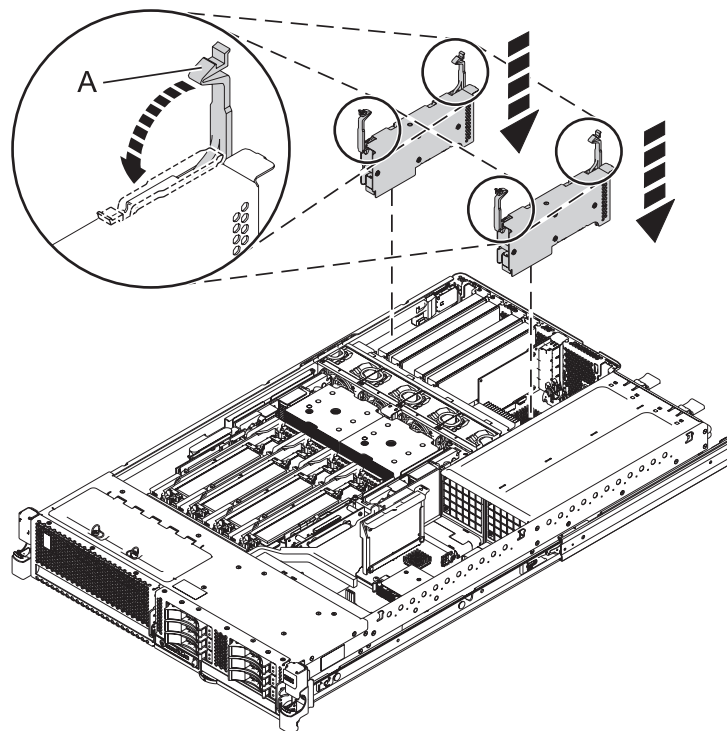

Figura 2. Instal·lació d'un adaptador en un sistema 8231-E2B muntat en bastidor
10. Prepareu la instal·lació del nou adaptador col·locant els pestells de l'adaptador i de la ranura de l'adaptador en posició d'obertura, tal com es mostra a la Figura 2.
13. Gireu suaument els pestells fins que quedin en posició de bloqueig, tal com es mostra a Figura 2.